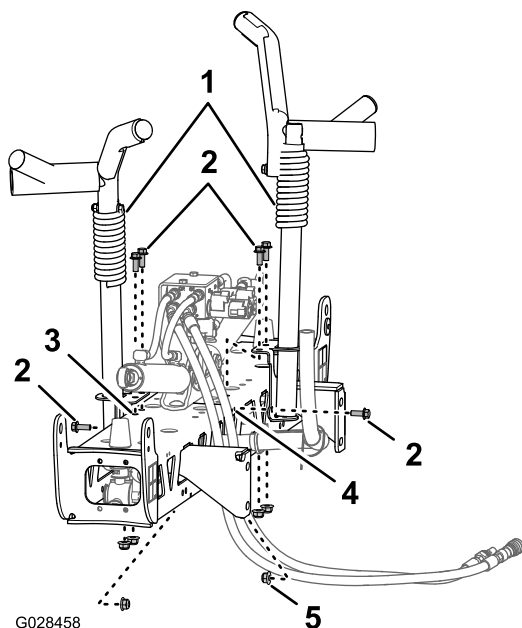
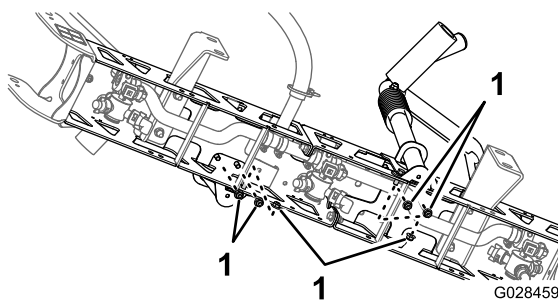

図 37
図 38
2. 移動走行用ブームクレードルをセンターブームに合わせる (図 37)。
3. ボルト $\frac{3}{8}$ x 1" 6本とフランジナット $\frac{3}{8}$ " を使用して、クレードルをブームに固定する 図 37 と 図 38。